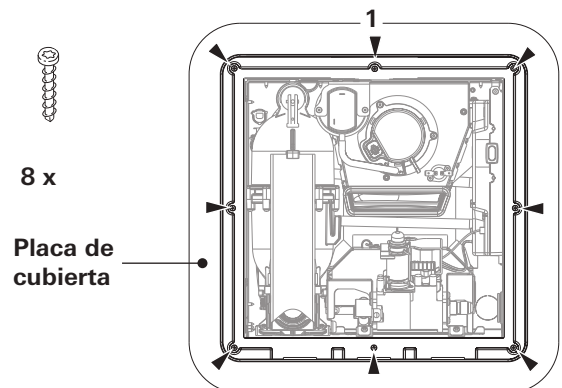

Fig. 23
- Fije la placa de cubierta al aparato (vea la Fig. 23):